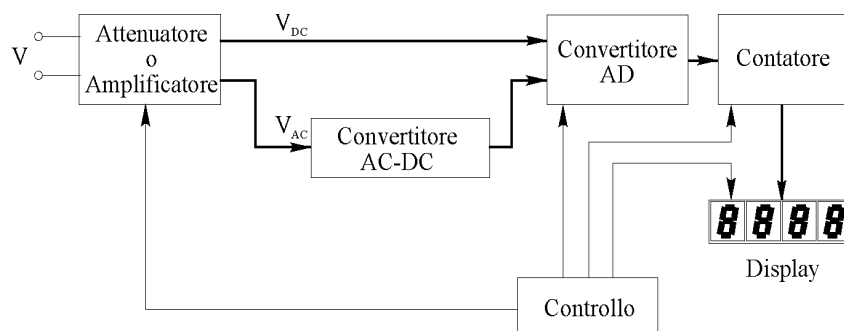

Fig.1.2- Schema per uno voltmetro digitale.
I voltmetri digitali misurano tensioni continue (DC) e alternative (AC) o comunque variabili. Lo schema di principio è riportato in Fig.1.2.
Nelle misure di tensione in *AC*, invece, il circuito d’ingresso prevede una ulteriore importante sezione circuitale, costituita dal convertitore *AC-DC* (vedi lo schema a blocchi di Fig.1.2). Questo, tipicamente, è un convertitore del tipo *TRMS-to-DC*, ossia produce in uscita un segnale di tensione continuo, con valore pari al vero valore efficace (*True Root Mean Square*) del segnale applicato in ingresso (si vedano in proposito gli schemi descritti nel Capitolo sulla “Elaborazione analogica dei segnali”). In tal modo il convertitore analogico/digitale (*AD*) tratta sempre segnali di tensione continui, che possono essere digitalizzati tramite convertitori analogico/digitali accurati, per esempio del tipo a conteggio di impulsi.